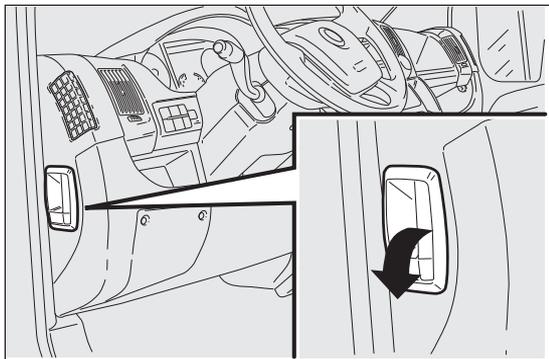

Abb. 126
- den Hebel Abb. 126 in Pfeilrichtung ziehen;